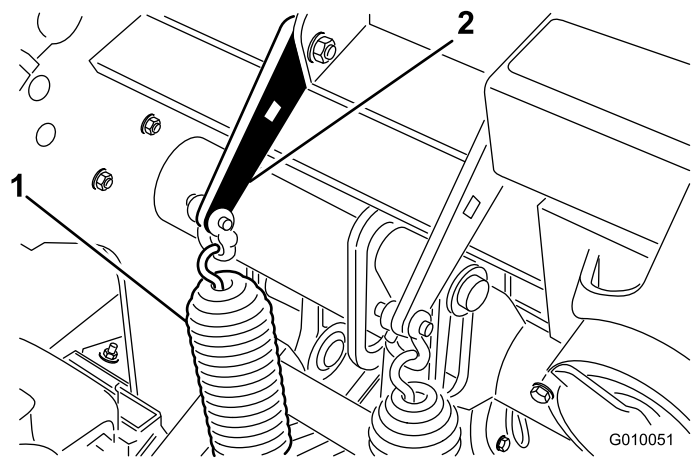

Bild 36
2. Lösen Sie die Muttern der Schlossschraube, mit denen die Federhalterungen am Aerifizierkopf befestigt sind (Bild 36). Nicht entfernen.